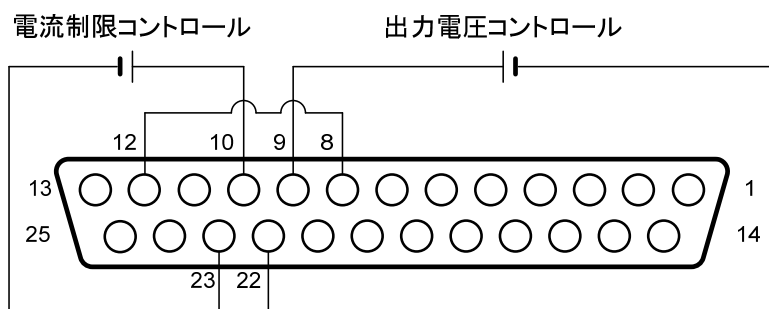

図 5-1 リモート電圧コントロール接続 (J1 コネクタはリアパネルから見た図)
- (6) 図 5-1 に示すように外部電源を J1 端子に接続してください。その際には極性を確認の上、接続してください。